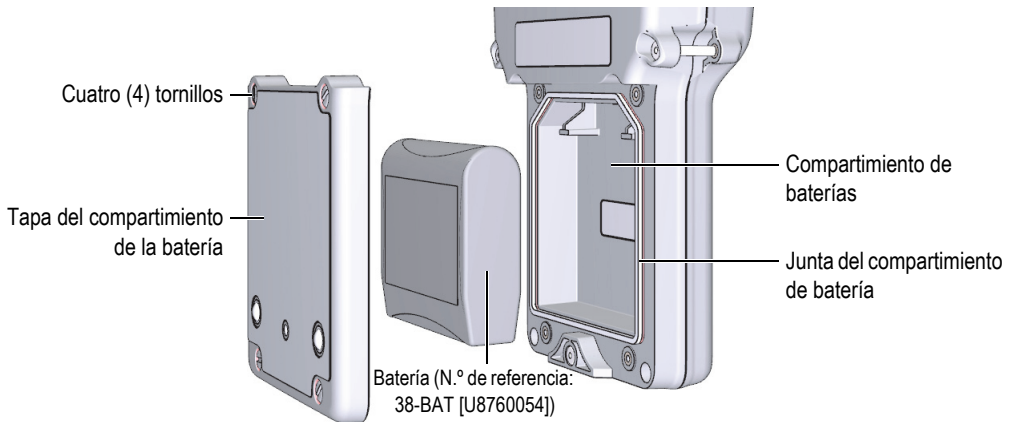

Figura 2-4 Apertura del compartimiento de baterías
La batería se encuentra ubicada en el compartimiento de baterías, que es accesible desde la parte posterior del instrumento 39DL PLUS (ver Figura 2-4 en la página 54).
6. En la parte posterior del instrumento, desatornille los cuatro tornillos de la tapa del compartimiento de baterías (ver Figura 2-4 en la página 54).